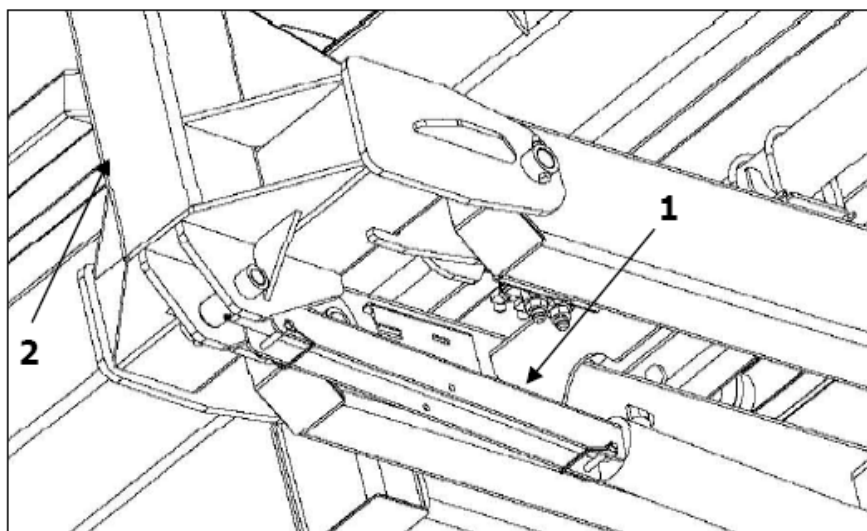

Рисунок 2.1 Присоединение загрузочного рычага
Важно, чтобы был установлен U-образный фиксатор (1) на цилиндр загрузочного рычага (2) в поднятом положении, для предотвращения его перемещения при транспортировке (см, Рисунок 2.1). Вставить штифты в отверстия.
6. Снять U-образный фиксатор с цилиндра загрузочного рычага (см. Рис.2.1).